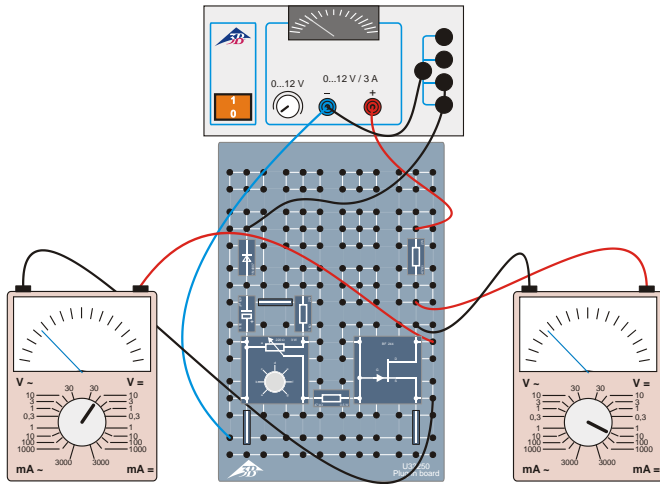

Fig. 4: Aparelho de medição de tensão entre drain e source.
- Agora, conectar o aparelho de medição de tensão entre drain e source, polo positivo em drain (Fig. 4).